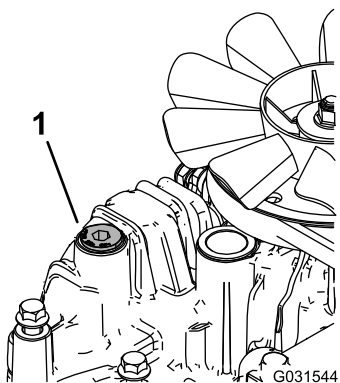

Figura 79
11. Desaperte o tampão de ventilação em cada transmissão para que fique solto e abane (Figura 79).